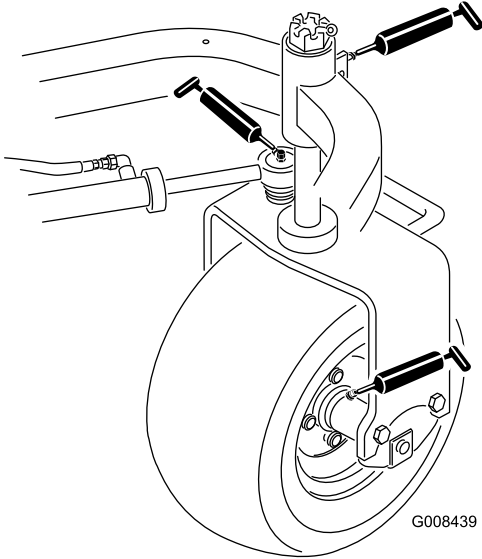

Figura 34
- Cubo de la rueda trasera (1) (Figura 34)
- Cojinete de la rueda giratoria (1) (Figura 34)
- Cilindro de dirección (2) (Figura 34)